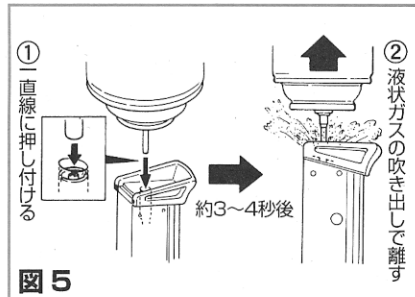

図 5
### <B. ガスの注入> ⇒図5参照
①注入バルブは 図5 のようにマガジンボディと平行に内蔵されています。マガジンを逆さまにして、マルゼンシューターズポンペのノズルが一直線になるように、注入バルブへ差し込み、軽く押し付けてください。